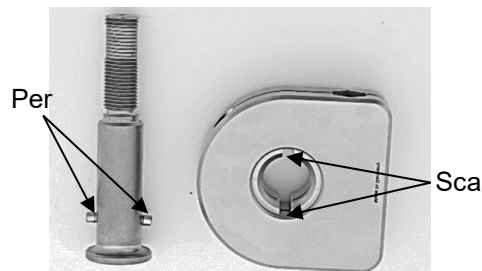

Fig. 11
Quando si monta il connettore a croce, accertarsi che i perni della barra filettata (4) si innestino nelle scanalature del pezzo di serraggio inferiore (3) (fig. 11).